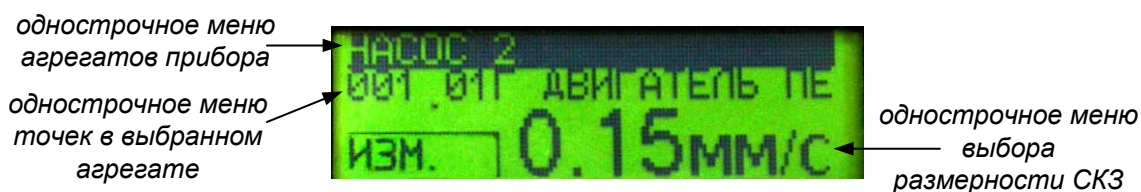

Рис. 2 – Основной экран программы
5.1.7. С помощью кнопок происходит управление прибором через экранные меню прибора. Экранные меню могут быть многострочными и однострочными. У многострочных на экране показывается несколько пунктов. У однострочных отображается только текущий пункт (например: Рис. 2). Перемещение по пунктам меню производится циклически, т.е. при достижении последнего пункта следующим становится первый. Текущий пункт отображается инверсно.